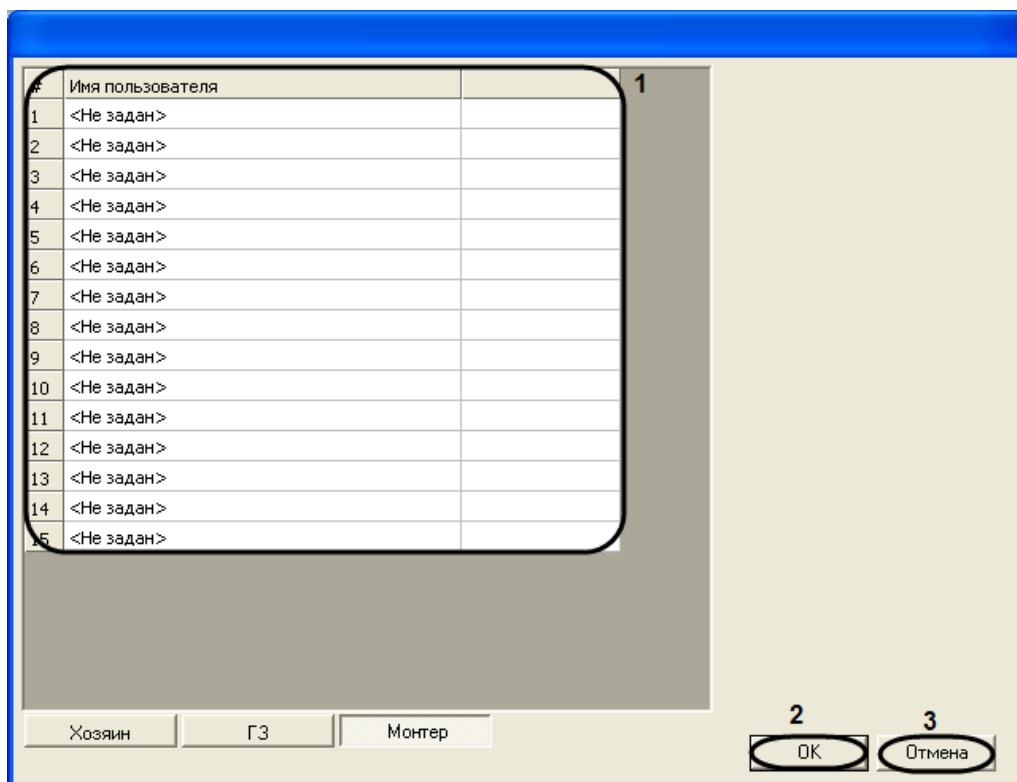

Рис. 3.3—8 Задание ключей типа **Монтер**
6.2 В столбце **Имя пользователя** выбрать, созданного в ПК *Интеллект*, пользователя, которому необходимо задать ключ типа **Монтер** (см. Рис. 3.3—8, 1).
6. Для сохранения ключей пользователей и возврата на панель настроек объекта **Контроллер** необходимо нажать кнопку **OK** (см. Рис. 3.3—8, 2).
*Примечание. Для возврата на панель настроек объекта **Контроллер** без сохранения изменений необходимо нажать кнопку **Отмена** (см. Рис. 3.3—8, 3).*